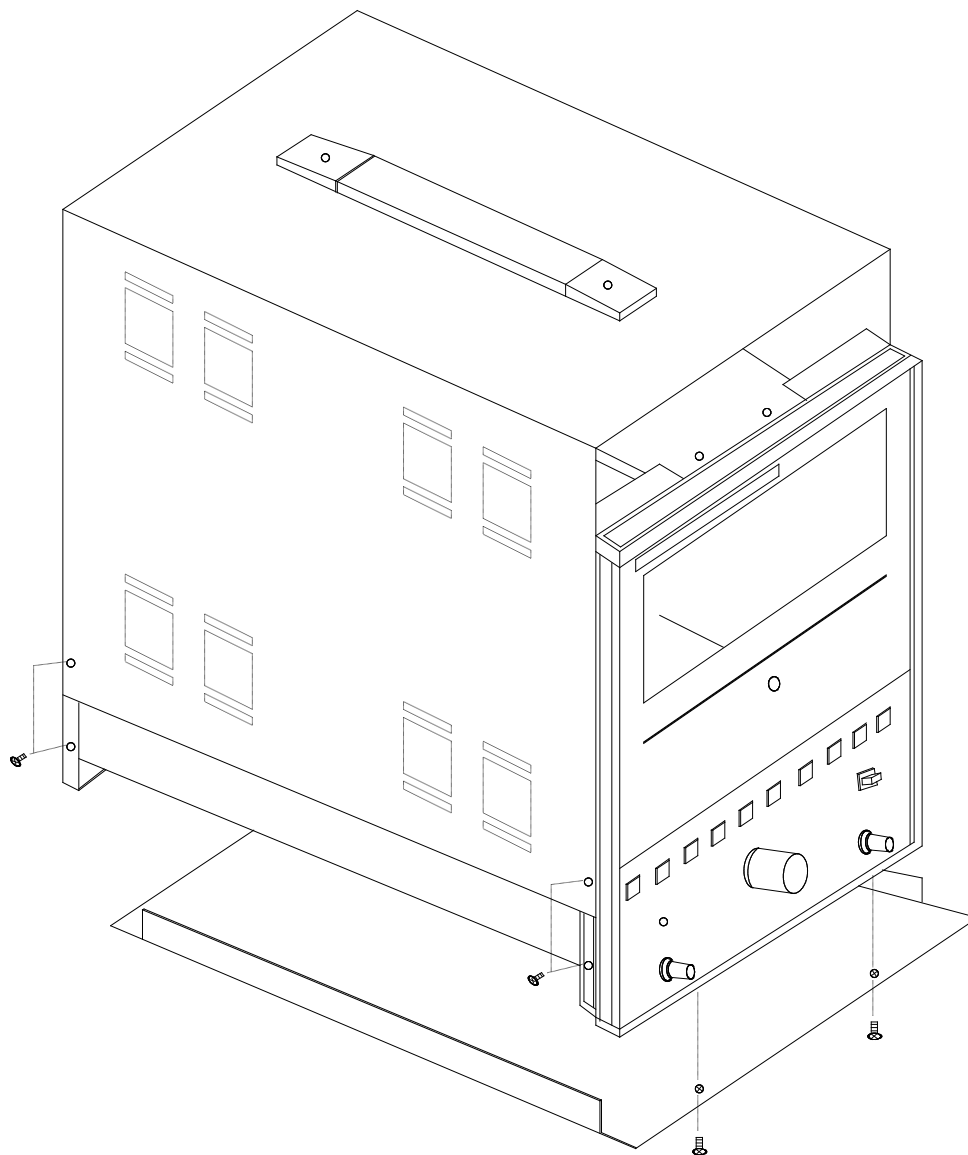

図 3
6.5.1 本体ケースの外し方……………図 3(36頁)参照
6.5.2 裏カバーの外し方……………図 3(36頁)参照
裏カバーは、図 3 に示す 4 本のビスによって止めてありますので、これらのビスを外しますと、カバーを外すことができます。